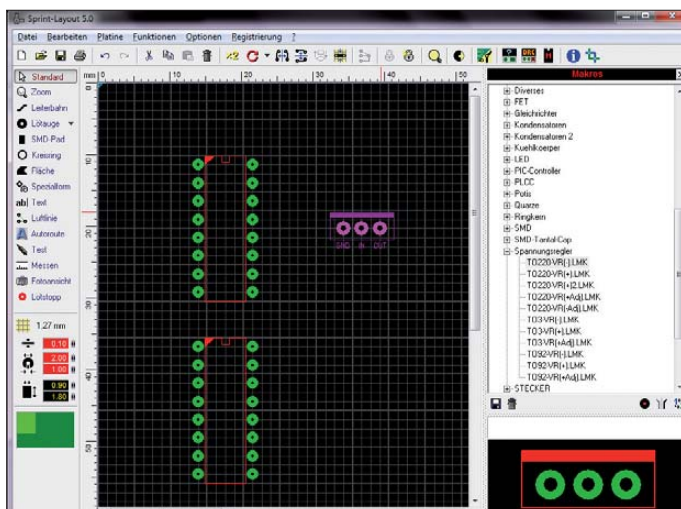

Bild 9: Bauteilanordnung in Sprint-Layout
2. Jetzt sind die Bauteile zu platzieren; erinnern Sie sich dazu bitte an die Erfahrungen aus dem Versuchsaufbau. Die Software Sprint-Layout enthält zur Unterstützung eine umfangreiche Bibliothek mit Bauteilen sowie Prototypen von Gehäusen. Das Layoutprogramm will nichts über das Bauteil selbst wissen, nur dessen Abmessungen müssen bekannt sein. In Bild 9 ist der Vorgang des Platzierens von Bauteilen auf der Platine am Bildschirm zu sehen.